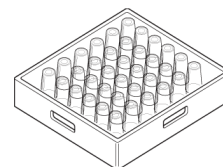

Abb. 35
- 2- Die Tassen und Gläser müssen nach unten gerichtet sein. (Abb. 35)